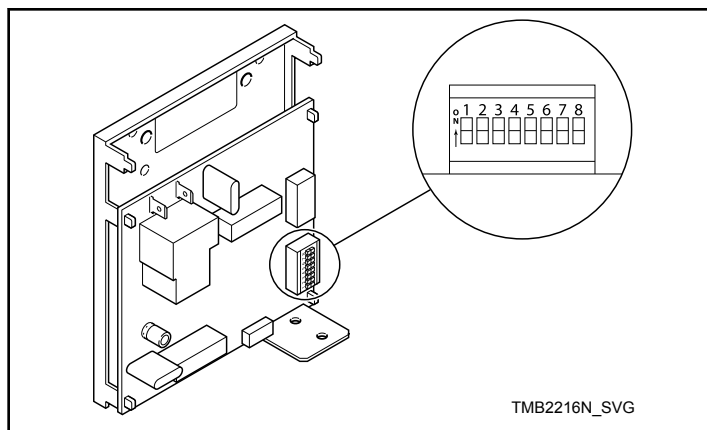

Рис. 28
2. Запишите настройки двухпозиционного переключателя управление машиной, затем установите все эти настройки в позицию выкл. См. Рис. 28.